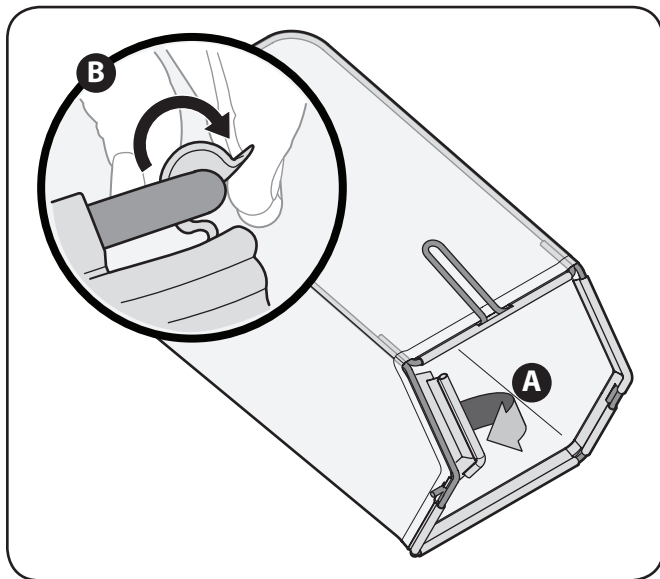

Figura 3-7
- b. Deslice el canal de plástico sobre los ganchos del marco. Vea Figura 3-7.